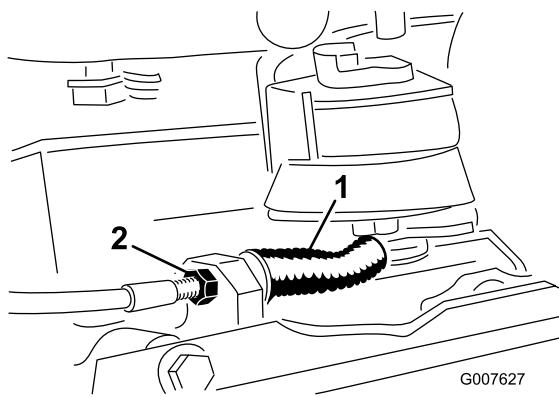

図 40
- ・ ケーブルの張りをゆるくするには、ケーブルの前ジャムナットをゆるめて後ジャムナットを締める図 40。必要に応じて上記ステップ 1 と 2 を繰り返して再調整する。
- ・ ケーブルの張りを強くするには、後ジャムナットをゆるめて前ジャムナットを締める図 40。必要に応じて上記ステップ 1 と 2 を繰り返して再調整する。